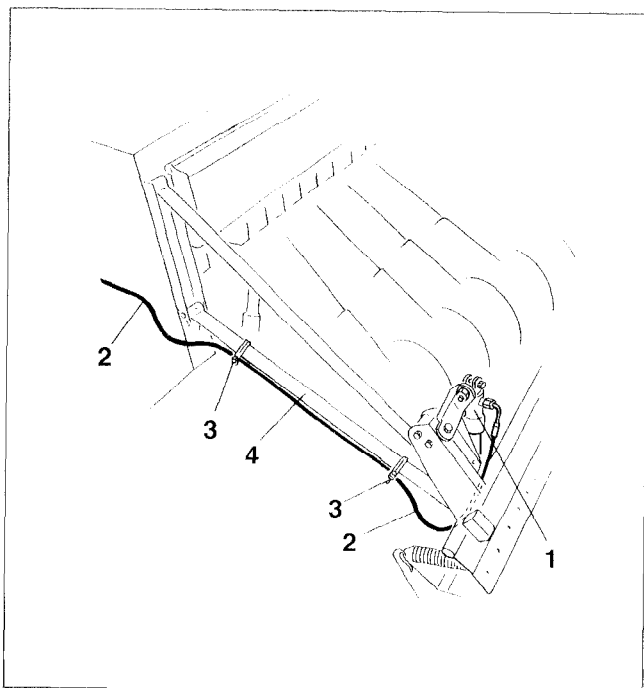
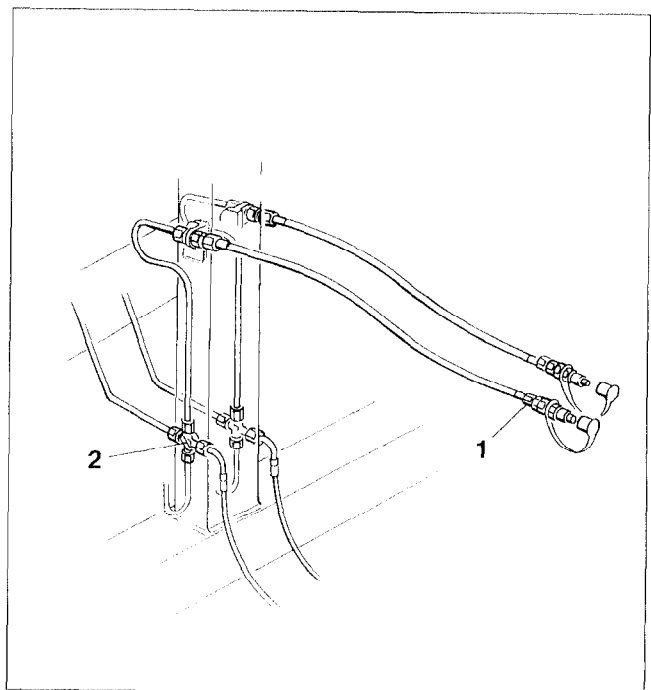

Fig. 11.2
Fig. 11.3
Der Exaktstriegel ist lieferbar mit mechanischer Striegeldruckverstellung und hydraulischer Striegeldruckverstellung. Der Exaktstriegel mit hydraulischer Striegeldruckverstellung ist mit einem Hydraulikzylinder (Fig. 11.2/1) ausgerüstet. Exaktstriegel wie folgt an Ihrer Sämaschine befestigen.
- Hydraulikschlauch (Fig. 11.2/2) am Hydraulikzylinder (Fig. 11.2/1) anschließen.
- Hydraulikschlauch (Fig. 11.2/2) mit Rohrschellen (Fig. 11.2/3) am Halterohr (Fig. 11.2/4) verlegen und am Anschluß (Fig. 11.3/2) der "Anschlußeinheit II" (Fig. 11.3/1), mit der Ihre Sämaschine ausgerüstet ist, anschließen.
Verlegen Sie den Hydraulikschlauch (Fig. 11.2/2) an den Gelenkpunkten der Halterohre in ausreichend großem Bogen, damit der Hydraulikschlauch durch die Bewegung des Exaktstriegels nicht abreißt.